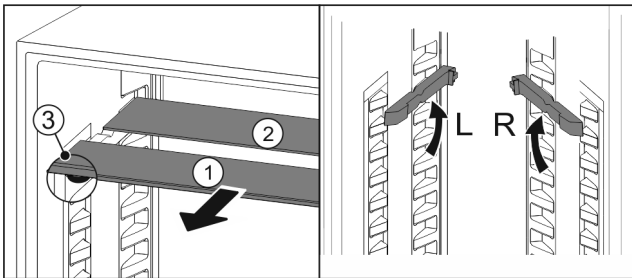

Fig. 88
- ▶ Glasplatten einzeln nach vorne herausziehen Fig. 88 (1).
- ▶ Glasplatte Fig. 88 (1) mit Zierleiste liegt vorne.
- ▶ Stopps Fig. 88 (3) zeigen nach unten.